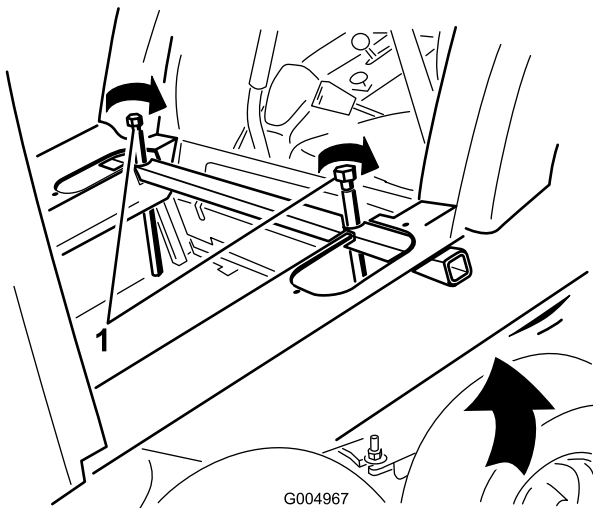

Figure 85
27. Soulevez l'arrière de la cabine juste assez pour passer le dossier du siège en serrant petit à petit les boulons de levage (Figure 85) lentement et de manière identique de chaque côté du tube de levage de la cabine. Changez de côté fréquemment pour que les boulons soutiennent la cabine de manière uniforme et restent en position dans les trous du panneau de plancher.